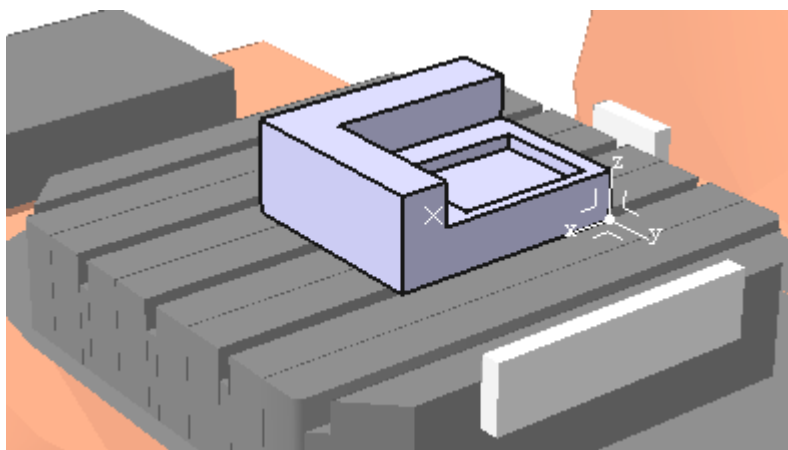

图 1-110 将零件吸附到工作台上
e. 单击对话框中的 OK 按钮, 工件就会根据预先的设置吸附到工作台上 (图 1-110)。